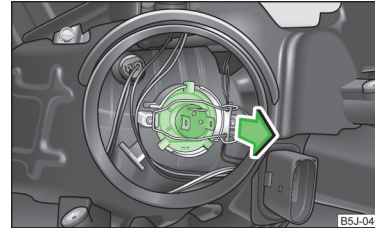

Abb. 157
- › Den Stecker an der Glühlampe abziehen, den Sicherungsbügel entriegeln und die Glühlampe herausnehmen » Abb. 157.